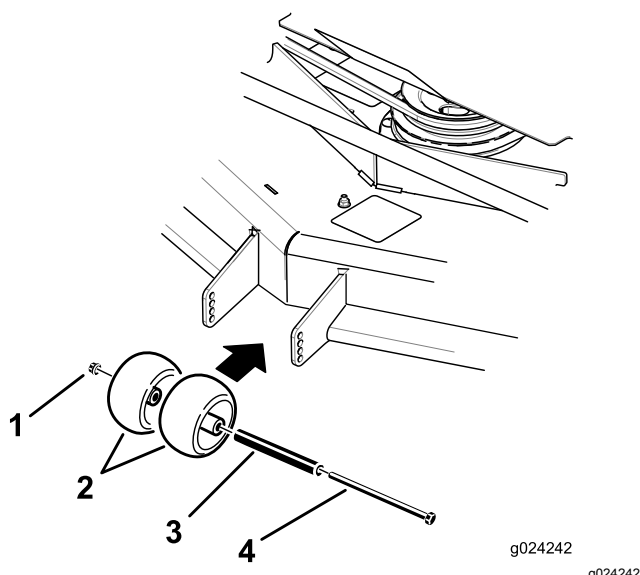
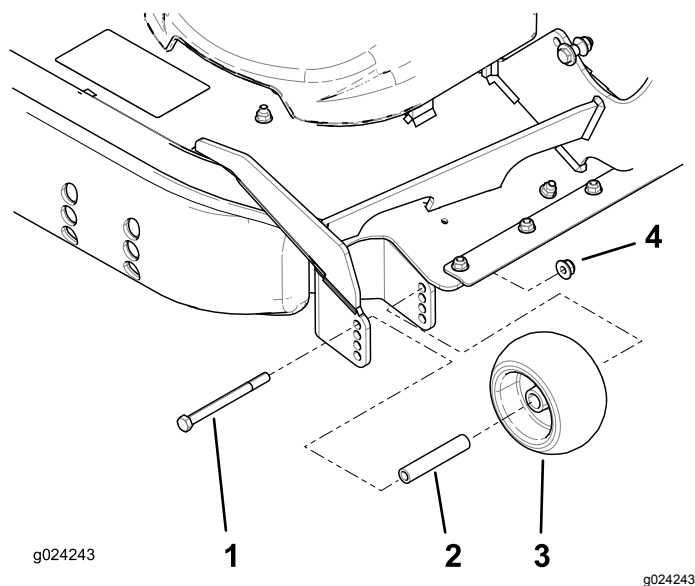

Figura 35
Figura 36
- Ajuste los rodillos protectores del césped, tal y como se muestra en la Figura 35 y la Figura 36.